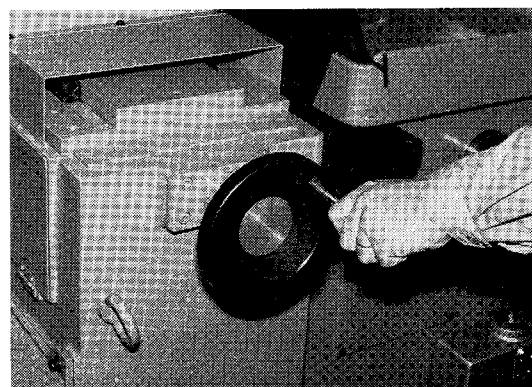

図1-12 砥石位置調整ハンドルによる砥石位置の調整
(4) 揺動スイッチをONにし、砥石を揺動させながら砥石がバイト主切れ刃部の中心にくるように、砥石位置調整ハンドルで砥石位置を調整する(図1-12)。